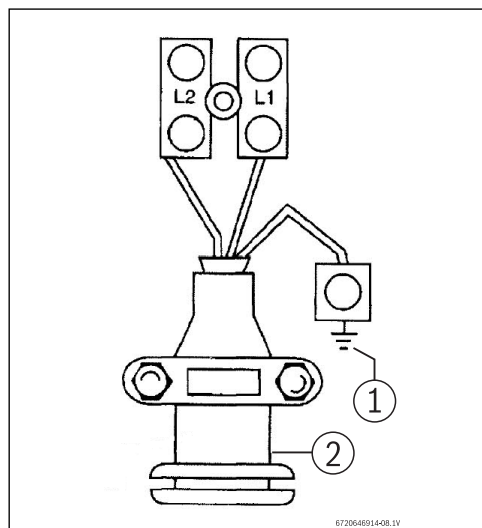

Fig. 4 Câble termination
- Relier les câbles au bornier et à la borne de masse (Fig. 4) :